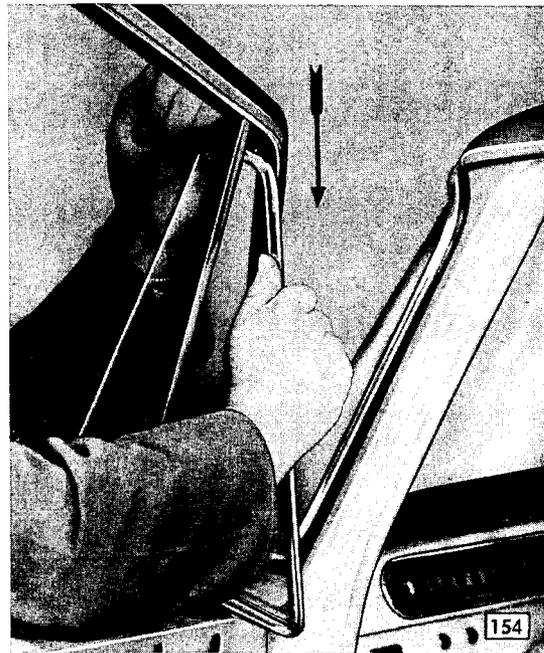

Bild 44 - Drehfenster zum Ausführen des oberen Lagerzapfens nach unten drücken
4. Drehfenster (46/2) mit provisorisch aufgestecktem Drehknopf öffnen und Fenster senkrecht so weit nach unten drücken, daß sich der obere Lagerzapfen (45/1) aus der Führung im Fensterrahmen ausführen läßt (Bild 44).